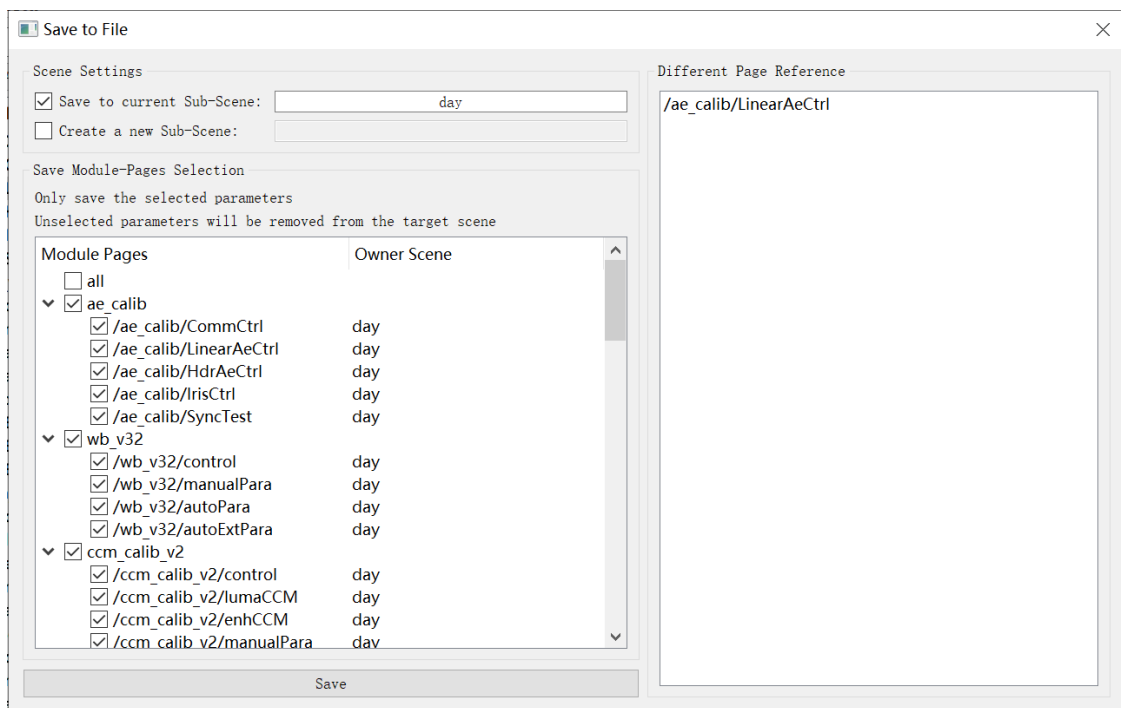

图3-5-5
4. 点击菜单栏"File" - "Save As...", 如图3-5-5所示，可以将参数保存至步骤2选择的场景参数内，也可以另存为至一个新的场景参数，支持选择部分模块参数保存，并在窗口右侧的列表中显示出改动过的参数供用户参考；